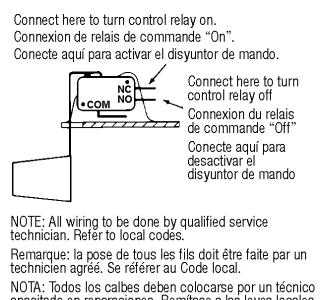

Fig. 2
- Disjoncteur (Fig. 2)-Le disjoncteur de débordement doit être connecté à un circuit à basse tension de catégorie II. L'assemblage typique de circuits 'NC' serait: N.O. Quand l'eau monte, le circuit s'ouvre pour arrêter le système de chauffage ou de refroidissement. N.C. Quand l'eau monte, le circuit se ferme et déclenche une sonnerie d'alarme.
- Interruptor de seguridad (Fig. 2): el interruptor de seguridad de exceso sobre la capacidad, debe encontrarse conectado a un circuito de bajo voltaje de la clase II. El prototipo de la conexión de los circuitos abiertos, serie: T0: cuando el agua sube, el circuito se abre, para desactivar el equipo de calefacción o enfriamiento. CIRCUITO ABIERTO: cuando el agua sube, el circuito se cierra, para activar un timbre o alarma.